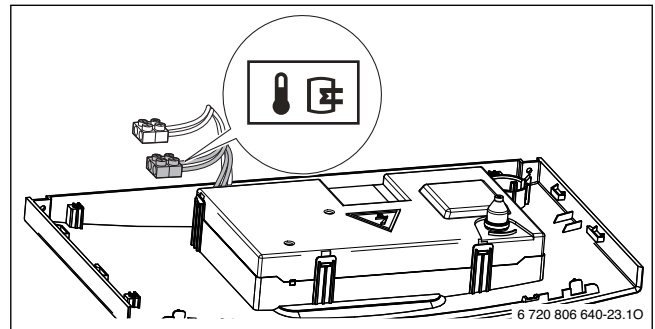

Рис. 14 Подключение датчика температуры
- ▶ Подключите датчик температуры непосредственно к клеммам, обозначенным следующим знаком (→ рис. 14, стр. 20).